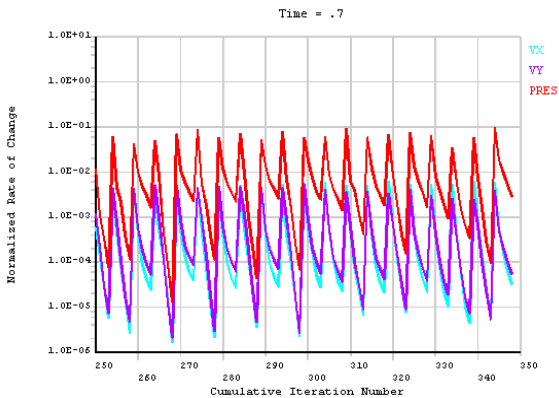

图 7-68 迭代曲线
⑩依次选择 Main Menu→Solution→Run FLOTTRAN, 求解完成后会弹出提示对话框, 单击“Close”按钮关闭。迭代曲线如图 7-68 所示。